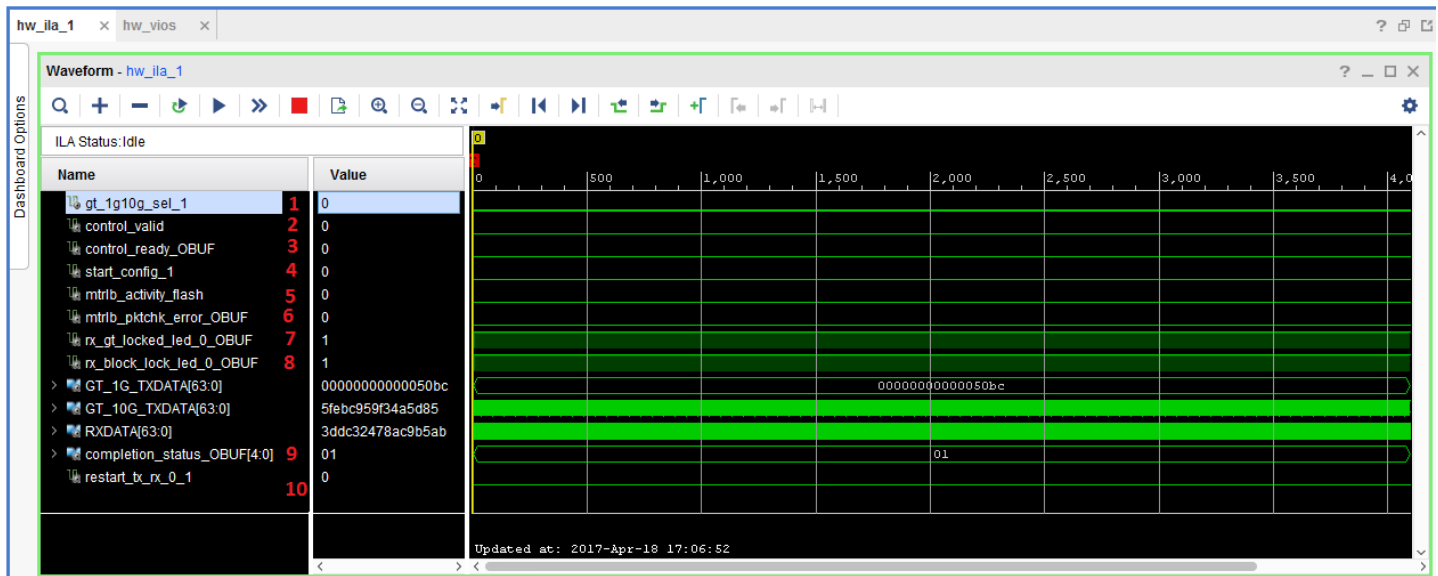

図 20: 10G - ILA ウィンドウ
2. ILA ウィンドウでこの ILA コアに対する [Run Trigger] ボタンをクリックします。ILA の [Waveform] ウィンドウが表示されます (図 20)。
- ILA で rx\_gt\_locked\_led\_0 を観察します (図 20 の #7)。値が 1 の場合、GT はロックしています。
- ILA で rx\_block\_lock\_led\_0 を観察します (図 20 の #8)。値が 1 の場合、RX ブロックはロックしています。
- ILA で completion\_status を観察します (図 20 の #9)。この信号はテスト ステータス/結果を示します。